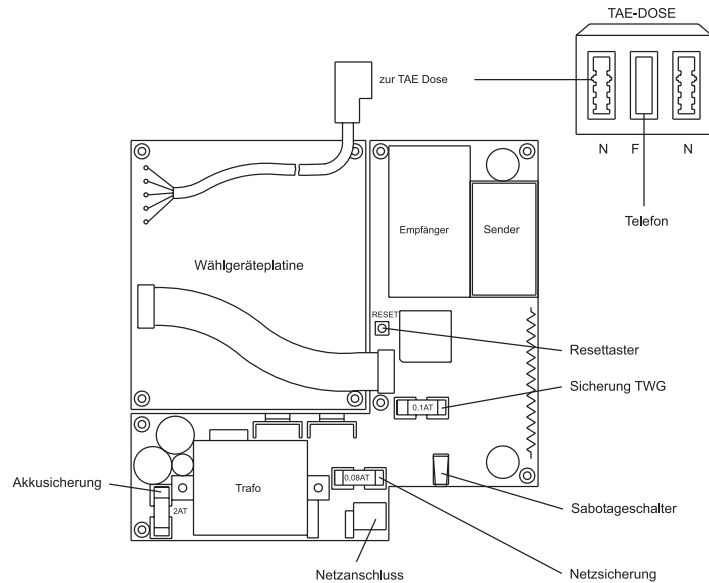

BILD 35: Anschlußbild des Funk-Telefonwählgeräts AWUG
5. Verbindungskabel zur TAE-Dose in den linken Anschluß „N“ stecken (siehe hierzu Bild 35).